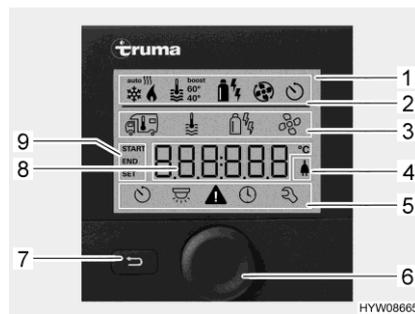

Fig. 78 Unité de commande avec affichages
- Ligne d'état (Fig. 78,2)
- Ligne de menu supérieure (Fig. 78,3)
- Zone d'affichage (Fig. 78,8)
- Ligne de menu inférieure (Fig. 78,5)
- Appuyer sur le bouton-poussoir tournant (Fig. 78,6) pendant env. 3 secondes. Les deux lignes de menu (Fig. 78,3 et Fig. 78,5) sont affichées. Le premier symbole clignote.
- Tourner le bouton-poussoir tournant (Fig. 78,6) jusqu'à ce que le symbole de menu désiré clignote.
- Appuyer sur le bouton-poussoir tournant pour enregistrer la valeur réglée. Si la valeur réglée à l'origine ne doit pas être modifiée : Appuyer sur la touche Retour (Fig. 78,7).
- Tourner le bouton-poussoir tournant (Fig. 78,6) jusqu'à ce que le symbole de menu du chauffage (Fig. 79,1) clignote.
- Appuyer sur le bouton-poussoir tournant pour enregistrer la valeur réglée. Le symbole clignote dans la ligne d'état (Fig. 78,2) jusqu'à ce que la température ambiante réglée soit atteinte. Si la valeur réglée à l'origine ne doit pas être modifiée : Appuyer sur la touche Retour (Fig. 78,7).
- Tourner le bouton-poussoir tournant (Fig. 78,6) jusqu'à ce que le symbole de menu de l'eau chaude (Fig. 79,2) clignote.
- Appuyer sur le bouton-poussoir tournant pour enregistrer la valeur réglée. Le symbole clignote dans la ligne d'état (Fig. 78,2) jusqu'à ce que la température d'eau chaude réglée soit atteinte. Si la valeur réglée à l'origine ne doit pas être modifiée : Appuyer sur la touche Retour (Fig. 78,7).
- Tourner le bouton-poussoir tournant (Fig. 78,6) jusqu'à ce que le symbole de menu de mode de fonctionnement (Fig. 79,3) clignote.
- Appuyer sur le bouton-poussoir tournant pour enregistrer le mode de fonctionnement réglé. Si le réglage d'origine ne doit pas être modifié : Appuyer sur la touche Retour (Fig. 78,7).
- Tourner le bouton-poussoir tournant (Fig. 78,6) jusqu'à ce que le symbole de menu du ventilateur (Fig. 79,4) clignote.